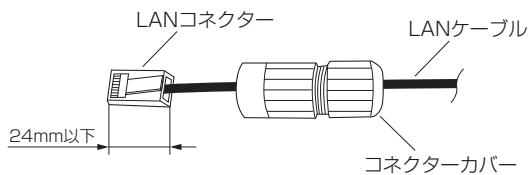

図7 LAN コネクタ寸法
6. 本機と接続するLANコネクタの寸法は全長24mm以下とすること。(図7)